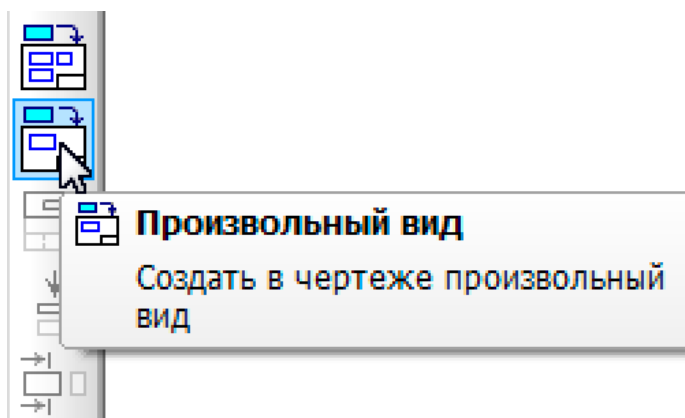

Рисунок 3.1.1. Команда Произвольный вид на панели инструментов Видов
2. Нажмите кнопку *Произвольный вид...* на инструментальной панели **Виды** (Рис. 3.1.1)